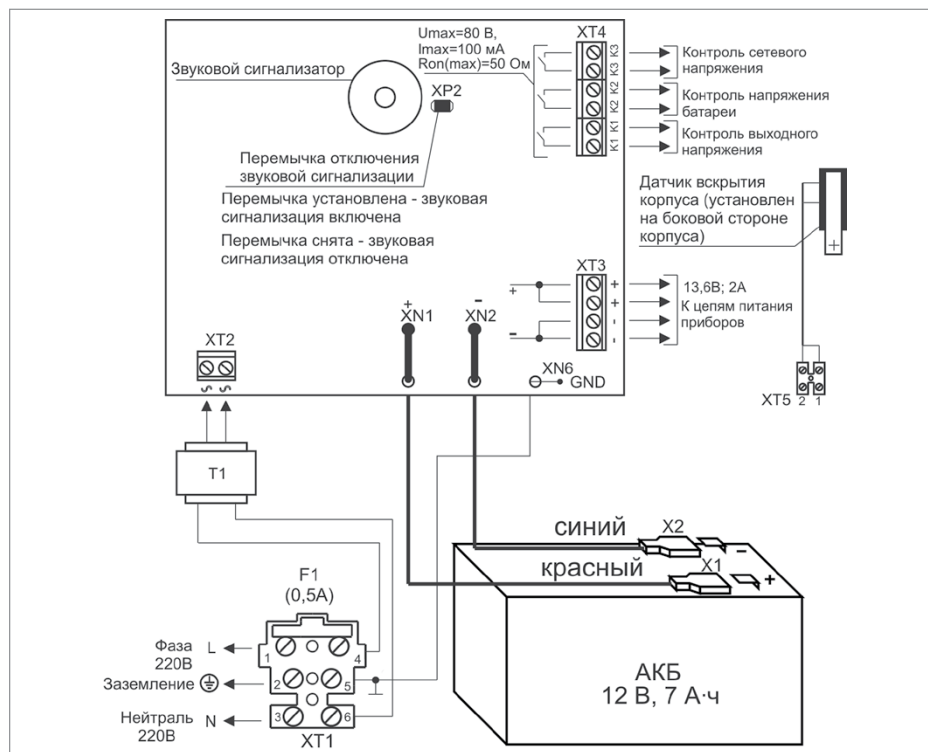
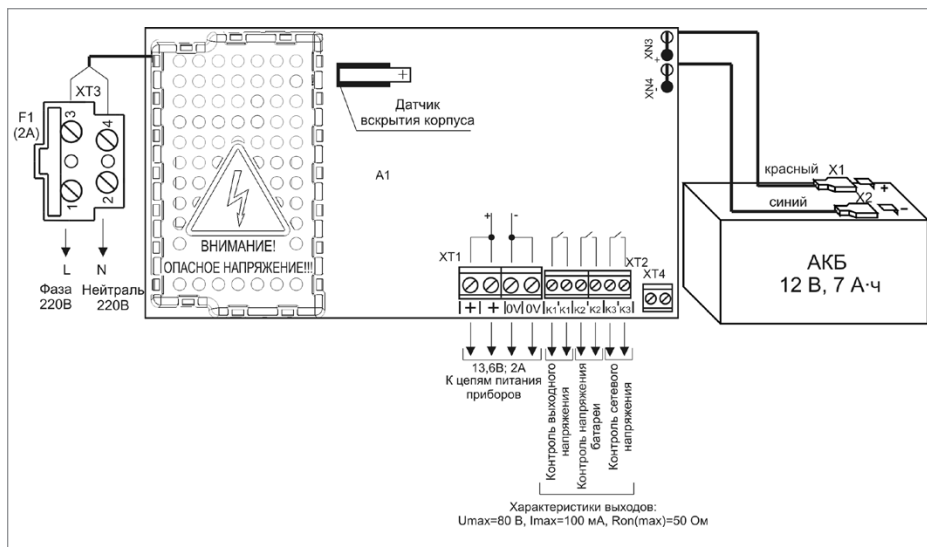

Рисунок 7. Схема подключения РИП-12 исп.12 (РИП-12-2/7М1-Р)
Рисунок 8. Схема подключения РИП-12 исп.14 (РИП-12-2/7П2-Р)
1.5. Схемы подключения РИП-12 исп.12 (РИП-12-2/7М1-Р) и РИП-12 исп.14 (РИП-12-2/7П2-Р) приведены на Рисунок 7 и Рисунок 8 соответственно.
1.13. Проверьте правильность произведённого монтажа в соответствии со схемой подключения (Рисунок 7 и Рисунок 8).
2.10. Отключите аккумуляторную батарею от платы РИП, отсоединив контакты Х1, Х2 от клемм АКБ (см. Рисунок 7 и Рисунок 8).